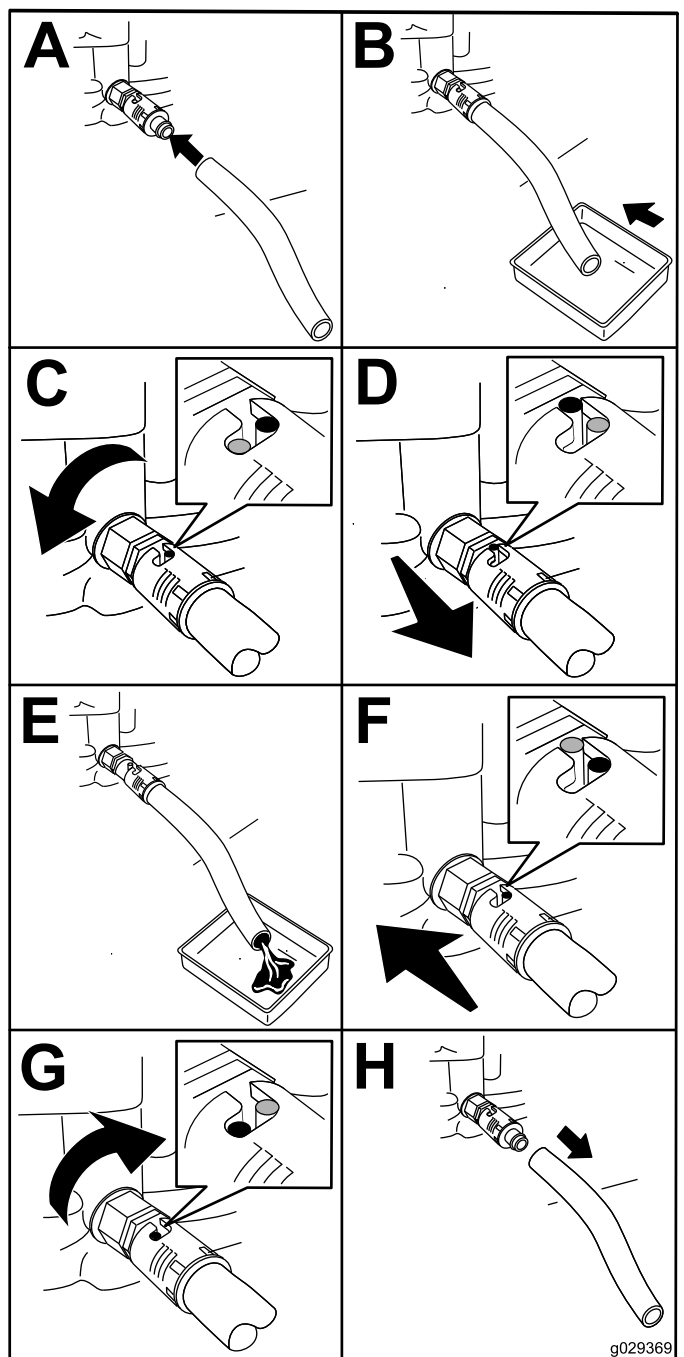

図 30
1. ドレンバルブに、ドレンホースを接続する **図 30**。
2. 容量 1 リットル程度の廃油受けの中にホースの端 **図 30** を入れる。
3. ドレンバルブを左に 1/4 回転させ、エンジンオイルが完全に抜けるのを待つ **図 30**。
4. ドレンバルブを右に 1/4 回転させてバルブを閉じる **図 30**。
5. ドレンホース **図 30** を外し、こぼれたオイルをふき取る。